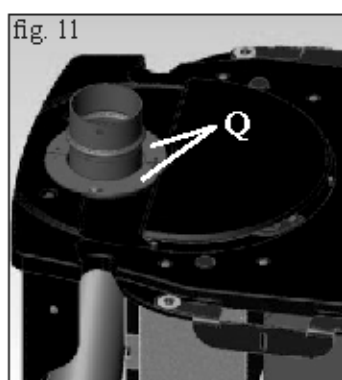

fig. 11
- Alrededor del tubo de salida de los humos poner los dos cierres de chapa (Q - fig. 11) y fijarlos con tornillos.